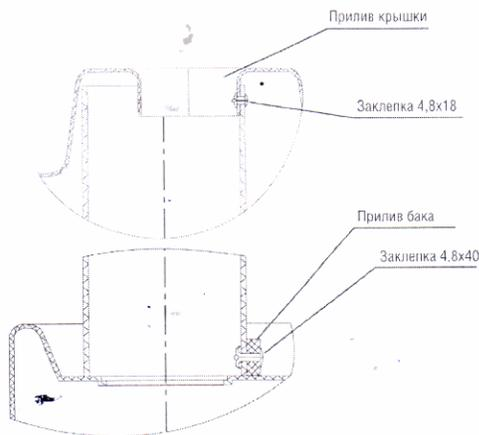

Рис. 6
6. Прикрепить вытяжную трубу к баку заклепкой 4,8 x 40, как показано на рис. 6. Для этого просверлить в приливе бака через трубу отверстие 5 мм. Верхний конец трубы прикрепить к приливу крыши, просверлив отверстие 5 мм. изнутри кабины и установить заклепку 4,8 x 18, при этом шайба на заклепку надевается через вентиляционное отверстие.